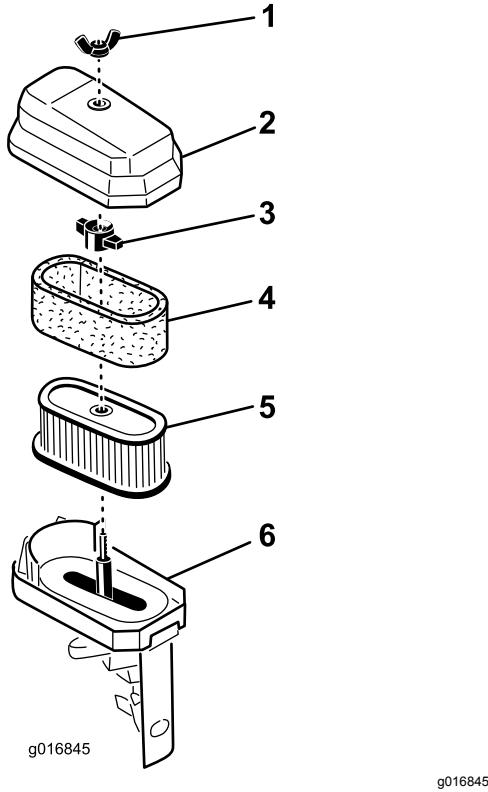

Figure 37
- Enlevez les écrous à oreilles qui fixent le couvercle du filtre à air et déposez le couvercle. Nettoyez soigneusement le couvercle (Figure 36 et Figure 37).
- Si l'élément en mousse est encrassé, sortez-le de l'élément en papier (Figure 37). Nettoyez-le soigneusement.